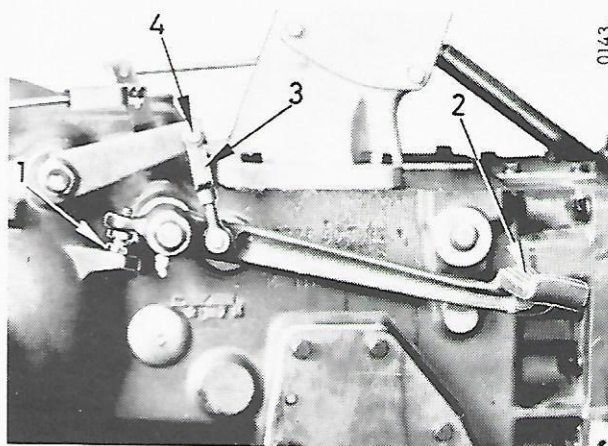

Fig. 74
- Enlevez l'axe à tête (7, fig. 74) et dévissez la chape (6) afin d'obtenir un débattement suffisant.
Lorsque son réglage est correct, la distance entre le bord inférieur de la pédale et la plate forme est de 96 mm (3,77"). La course libre de la pédale (2, fig. 74) est de 13 mm (0,5") sur un tracteur neuf, et diminue à mesure que les garnitures d'embrayage s'usent ; il faut la régler de nouveau lorsqu'elle est inférieure à 6 mm (0,25").